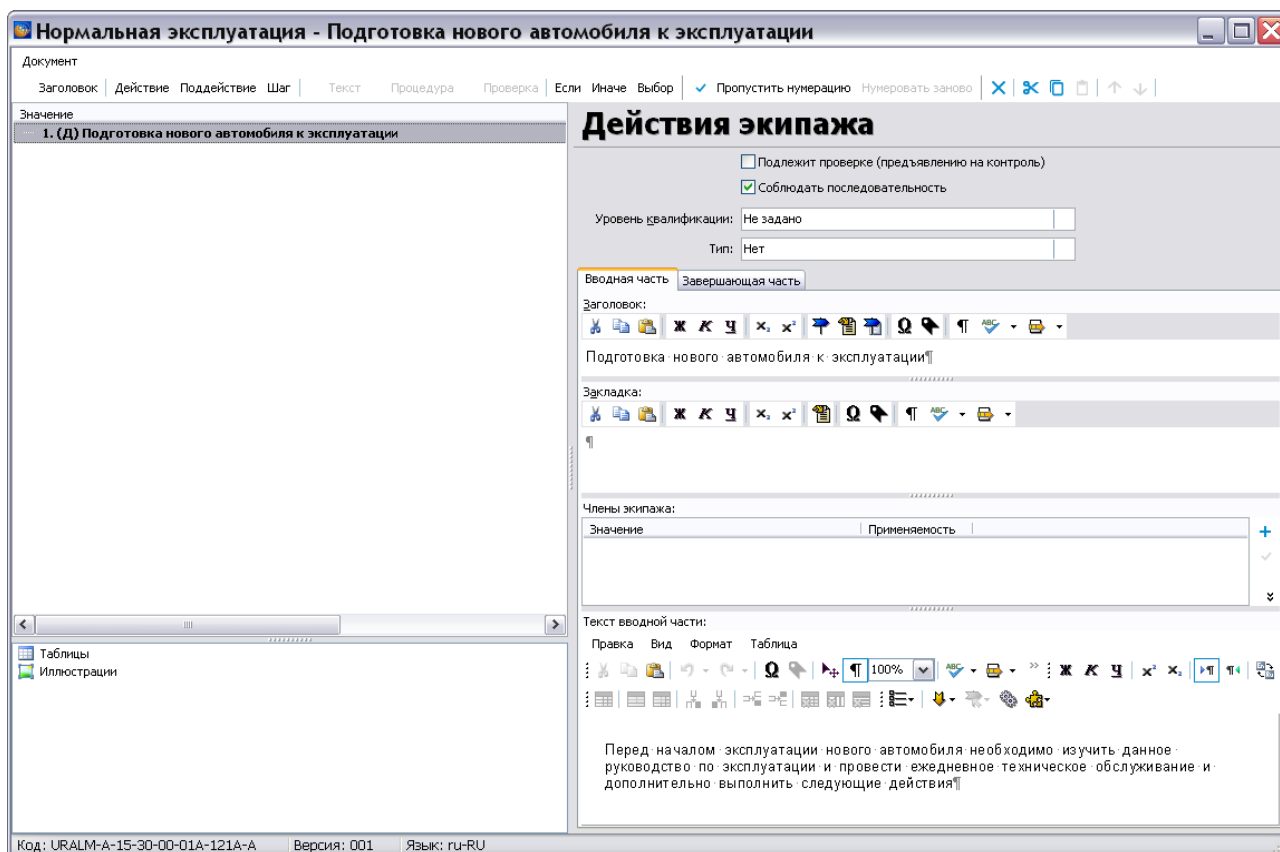

Рисунок 492
12) Введите текст вводной части. Для того чтобы название действия появилось рядом с его номером в дереве значений, щелкните левой кнопкой мыши по номеру действия (рисунок 492).